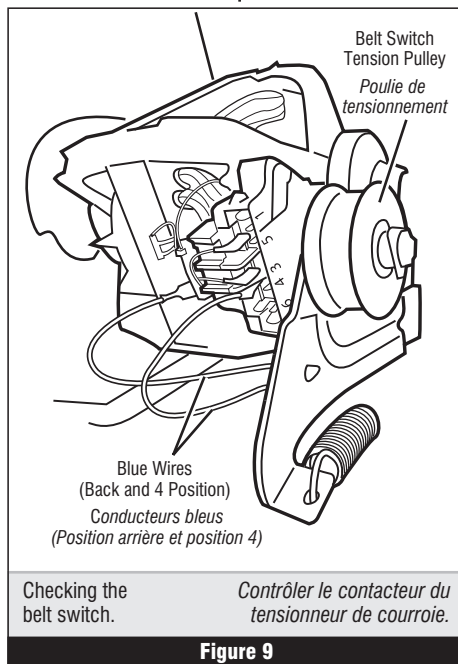

Figure 9
7. Check the belt switch by measuring resistance between the two blue wires, as shown in figure 9, page 8, while pushing up the belt switch tension pulley.
7. Contrôler le contacteur du tensionneur de courroie : mesurer la résistance entre les deux conducteurs bleus (voir la figure 9, page 8) tout en poussant vers le haut la poulie de tensionnement.